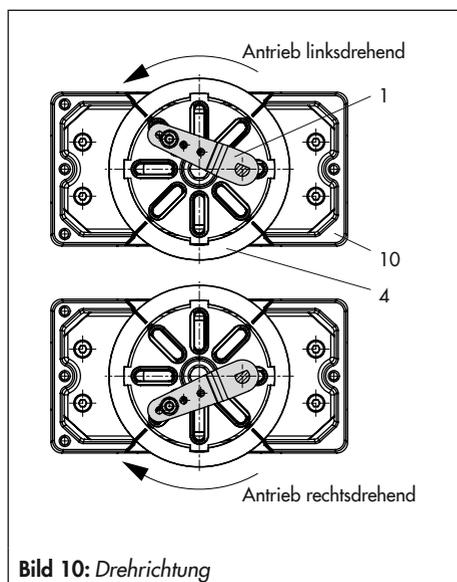

Bild 10: Drehrichtung
4. Kupplung (4) auf die geschlitzte Antriebswelle bzw. den Adapter (3) aufstecken und mit Schraube (4.1) und Tellerfeder (4.2) festschrauben.
5. Am Hebel M (1) des Stellsreglers den Standard-Abtaststift (2) herausschrauben. Den Abtaststift ($\varnothing 5$) aus dem Anbausatz an Stiftposition 90° verschrauben.
6. Ggf. Manometerhalter (7) mit Manometern oder bei erforderlichen Anschlussgewinde $G \frac{1}{4}$ die Anschlussplatte (6) montieren, auf richtigen Sitz der beiden Dichtringe (6.1) achten. Bei doppelwirkenden federlosen Schwenkantrieben wird ein Umkehrverstärker für den Anbau am Antrieb benötigt, vgl. Kapitel 5.9.
8. Stellsregler auf das Gehäuse (10) setzen und festschrauben. Dabei den Hebel (1) so ausrichten, dass er unter Berücksichtigung der Drehrichtung des Antriebs mit seinem Abtaststift in den entsprechenden Schlitz eingreift (Bild 10).